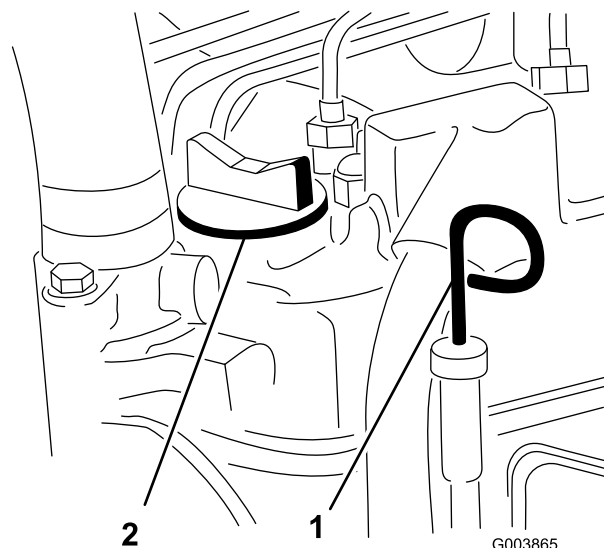
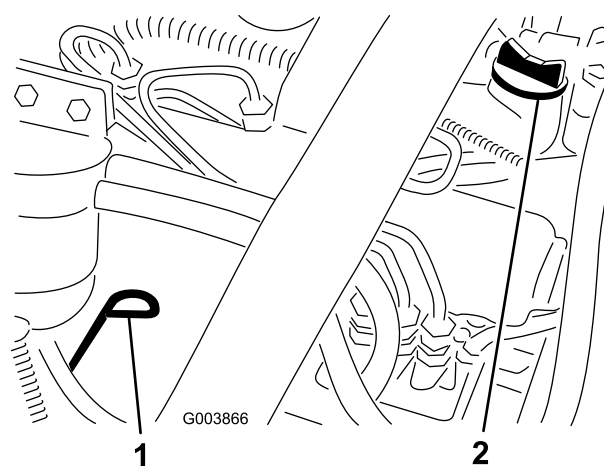

Figura 23
Figura 24
3. Retire a vareta, limpe-a e volte a colocá-la (Reelmaster 5200 – Figura 23, Reelmaster 5400 – Figura 24).